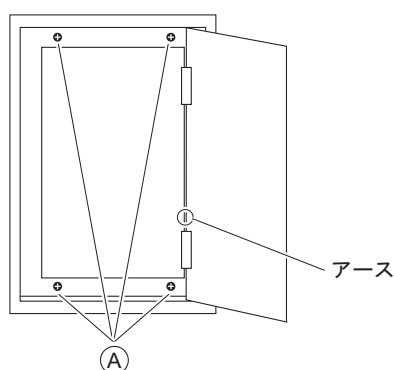

図15 ユニットタイプ
扉を開け、『図15 ユニットタイプ』の④部分にあるねじ(4本)と扉のアース部にあるねじを外すと、扉を取り外しできます。